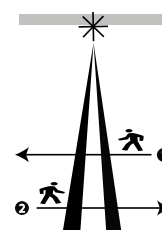

Figure 10 :
Direction de l'alarme	Définissez la direction de la détection. La fonction de direction de l'alarme peut diviser par deux, voire plus, le risque de fausses alarmes lorsque le détecteur protège une porte ou un portail. Avec cette fonction, l'appareil fait la différence entre les résidents qui sortent du bâtiment et les intrus qui pénètrent dans les locaux. Remarque : cette fonctionnalité n'est disponible que sur les centrales PowerMaster version 20.2 et supérieure. Options : Les deux (par défaut), De gauche à droite, De droite à gauche. Voir Figure 10 pour un schéma du sens de l'alarme. Dans la Figure 10, le Numéro 1 illustre un schéma de détection De droite à gauche, et le Numéro 2, un schéma de détection De gauche à droite. Les directions depuis la gauche et depuis la droite s'entendent par rapport à la position de l'installateur lorsqu'il observe le détecteur une fois fixé.
5. Lorsque vous obtenez un signal bon ou fort, répétez la procédure depuis l'autre direction. Voir Figure 10.